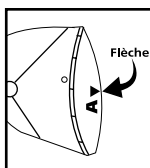

FIGURE 2
5. Prendre le pied à roulette marqué A et aligner la flèche du pied **FIGURE 2** avec la flèche du gabarit, également marquée A **FIGURE 3**.